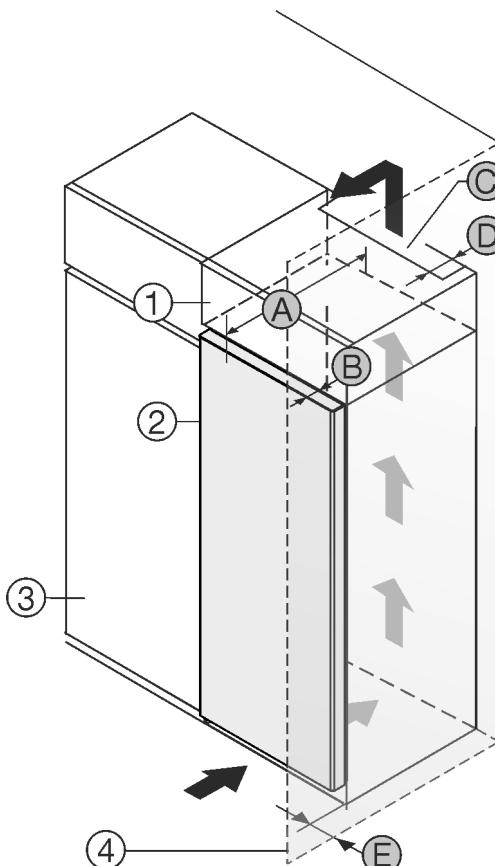

Fig. 1
Aparat lahko postavite neposredno ob kuhinjsko omaro Fig. 1 (3).\*
Na zadnji strani nadgradne omare mora biti zaradi prezračevanja in odzračevanja po vsej širini nadgradne omare prezračevalni jašek globine Fig. 1 (D).\*
Pod stropom je treba upoštevati presek prezračevanja Fig. 1 (C).\*
Če aparat postavite s tečaji ob steni Fig. 1 (4), mora razdalja med aparatom in steno znašati vsaj 13 mm.\*
Da lahko vrata povsem odprete, mora aparat štrleti ven vsaj za globino vrat Fig. 1 (B) glede na sprednji del kuhinjske omarice. Odvisno od globine kuhinjskih omaric Fig. 1 (3) in uporabe stenskih distančnikov lahko aparat štrli bolj ven.\*